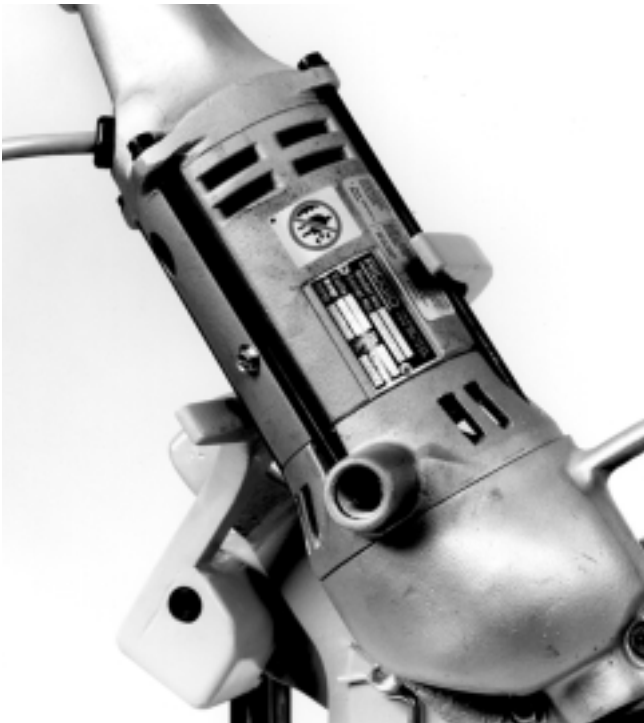

Figure 5 – Positionnement du système d'entraînement sur la barre d'appui
- b. Monter le système d'entraînement avec adaptateur sur la tronçonneuse. Le système d'entraînement et son adaptateur s'engagent sur le carré de la tronçonneuse. S'assurer que le système d'entraînement repose sur la barre d'appui qui se trouve à l'arrière de la tronçonneuse (Figure 5).